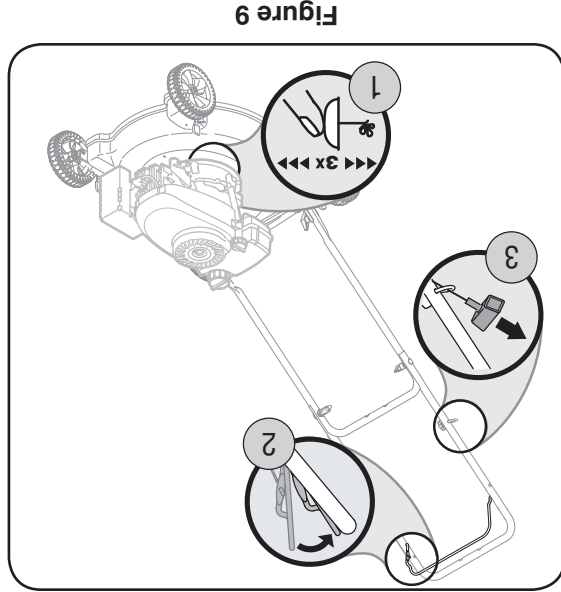

Figure 9
2. Tenez-vous derrière la machine, appuyez sur la poignée de commande de la lame et maintenez-la contre le guidon supérieur, comme à la Figure 9.